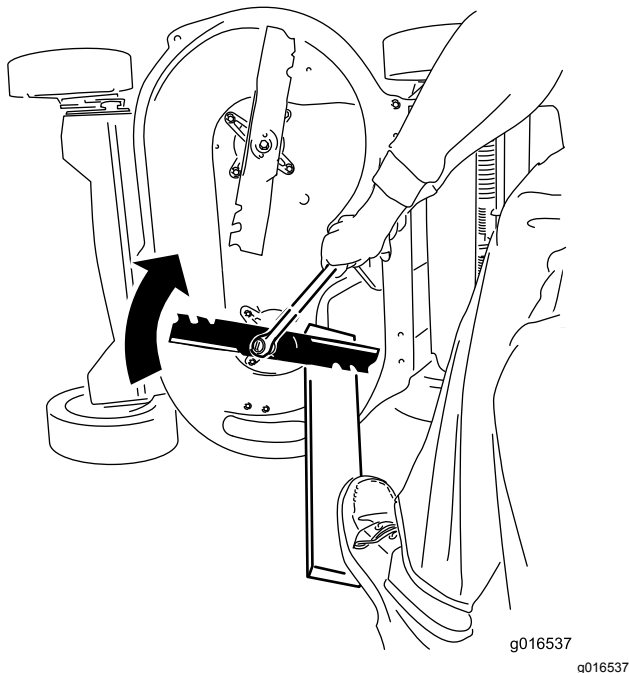

Figure 42
2. Immobilisez chaque lame à l'aide d'une planche et tournez le boulon de lame dans le sens horaire au moyen d'une clé dynamométrique comme montré à la Figure 42 ; serrez chaque boulon de lame à 82 N·m.